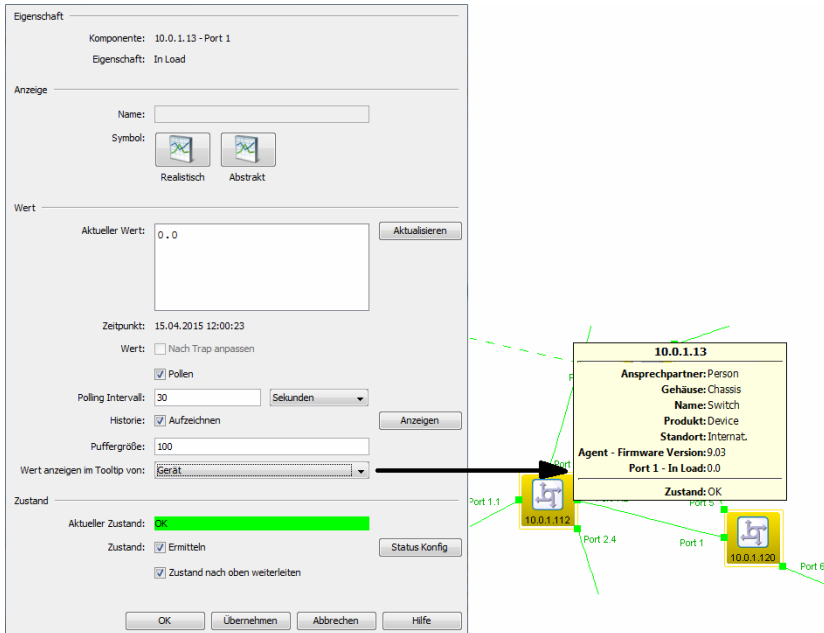

Abb. 62: Detail-Eigenschaften
- ▶ Über „Puffergröße“ geben Sie an, wie viele Zeilen das Protokoll puffert. Wenn Sie diesen Wert auch in der Sprechblasenhilfe einer übergeordneten Komponente anzeigen möchten, wählen Sie die Komponente „Wert anzeigen im Tooltip von“ in der Dropdown-Liste (siehe Abbildung 62).